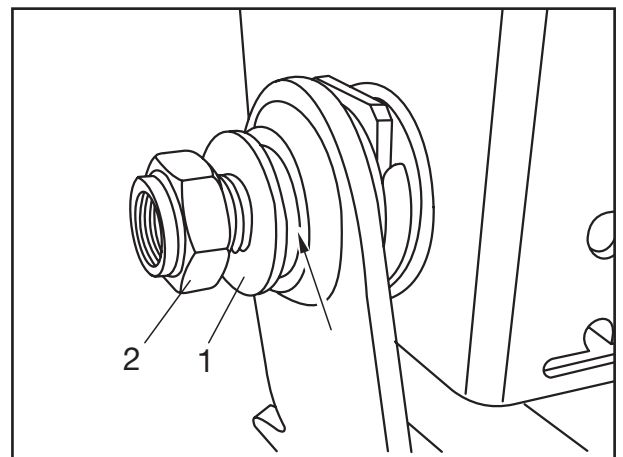

Fig. 11
- Kunststoffbuchse und Distanzbuchse in den Hebearm einsetzen (Fig. 11/Pfeil).
- [14] Scheibe (Fig. 11/1) über den Federbolzen schieben, neue Sicherungsmuttern (Fig. 11/2) aufschrauben und mit dem vorgeschriebenen Anziehdrehmoment von:
Insert the plastic bush and spacer bush into the lift arm (Fig. 11/arrow).
- [14] Push washer (Fig. 11/1) over the spring pivot bolt, screw on new locking nut (Fig. 11/2) and tighten to the specified torque of hanger brackets:
- Installer la douille en plastique et la douille entretoise dans le bras de relevage (Fig. 11/flèche).
- [14] Mettre la rondelle (fig. 11/1) sur le boulon de ressort, visser le nouvel écrou de sûreté (fig. 11/2) et fixer au couple de serrage prescrit de Main :
- [8] Fit locking nut (Fig. 11/2) and tighten to the specified torque of
- [8] Visser le nouvel écrou de sûreté (fig. 11/2) et fixer au couple de serrage prescrit de Main :